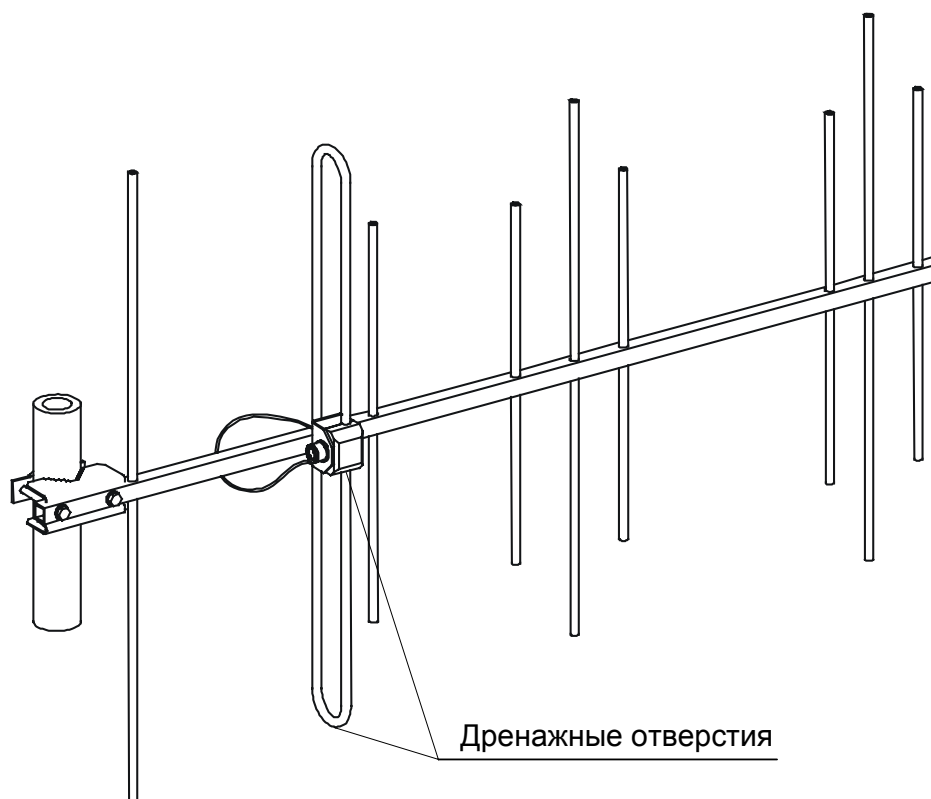

Рис. 6
- 1** Укрепите антенну на мачте, затянув до упора гайки узла крепления (см. рис. 6). При вертикальной ориентации вибраторов дренажные отвер-